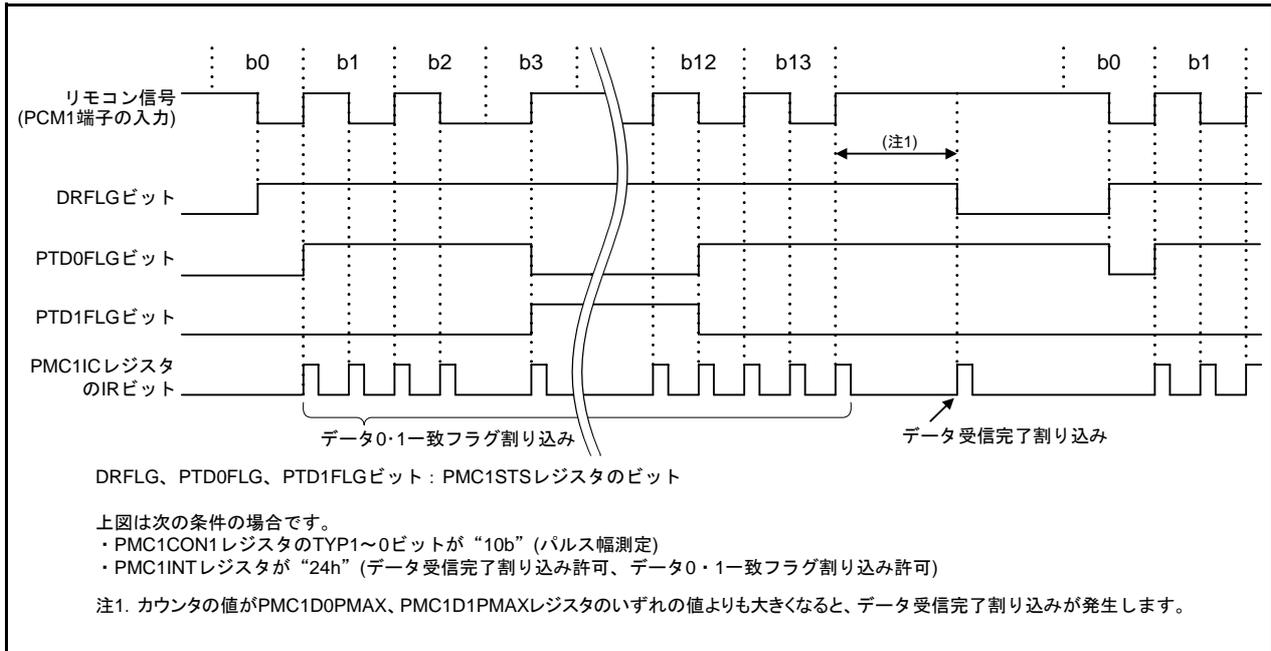

図 4.6 バイフェーズフォーマットリモコンのPMC1受信タイミング
PMC1回路のリモコン信号受信時のステータス動作と割り込み発生タイミングを図4.6に示します。
- (1) 測定対象をパルス幅測定に設定し、パターンマッチモードにより、データ0またはデータ1を判定します。
- (2) 図4.6のバイフェーズフォーマットリモコンのPMC1受信タイミングよりH期間とL期間の長さがわかるため、次のように変換します。